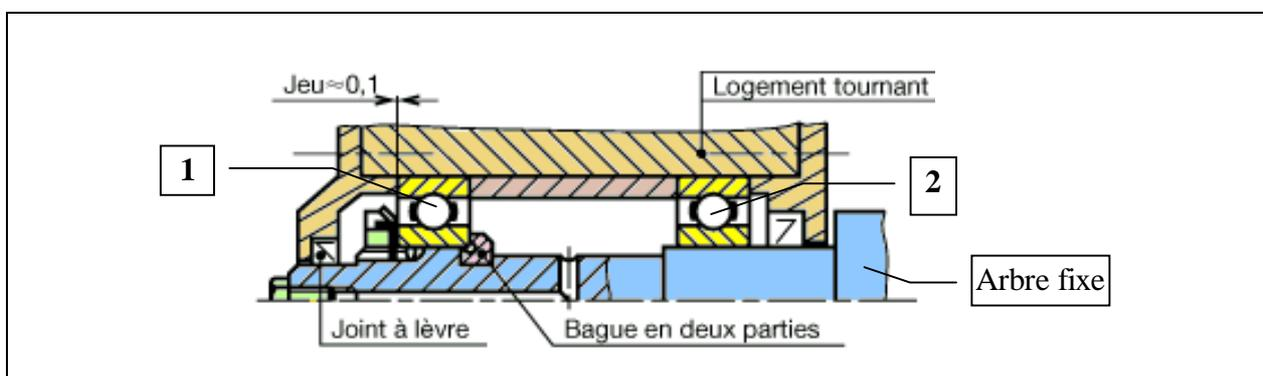

Fig. 2 : Montage de roulements pour arbre fixe
Dans le montage représenté figure. 2, la bague intérieure du roulement (2) est montée libre en translation par rapport à l'arbre fixe. Le roulement (2) réalise alors une liaison linéaire annulaire entre le logement tournant et le bâti. Les deux bagues du roulement (1) sont bloquées en translation, le roulement (2) réalise alors une liaison rotule entre l'arbre et le bâti.
Dans le montage de roulement de la figure 2, l'arbre est considéré comme fixe. Les bagues extérieures sont animées d'un mouvement de rotation d'axe fixe par rapport aux bagues intérieures et les pièces sont en mouvement plan. Le vecteur unitaire  $\vec{u}$  est défini comme étant colinéaire au vecteur  $\vec{AC}$  et sa rotation est repérée par l'angle  $\alpha$ . Le mouvement de rotation de la bague extérieure par rapport à la bague intérieure est paramétré par un angle  $\theta$  non représenté sur le schéma, tel que  $\theta = 0$  lorsque  $\vec{u}$  est égale à  $\vec{x}$ .